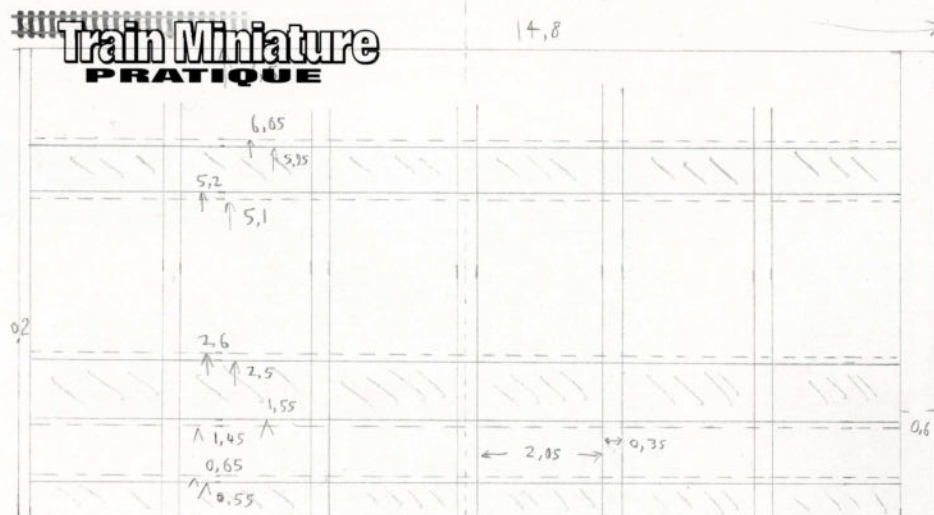

fig.1
1. Nous allons commencer par le plus facile, à savoir la façade arrière. Commencez par reporter les dimensions sur un bout de plasticard d'un mm d'épaisseur, comme sur la figure 1. Dans un stade ultérieur, la plaque de briques y sera apposée. Tenez compte du fait des rangées de briques lors de la détermination des dimensions horizontales et adaptez-les, si nécessaire. Les lignes tracées sur la figure 1 représentent les bords de la plaque de briques qui y sera collée plus tard, mais qui laissera le béton visible sur 1,2 mm.